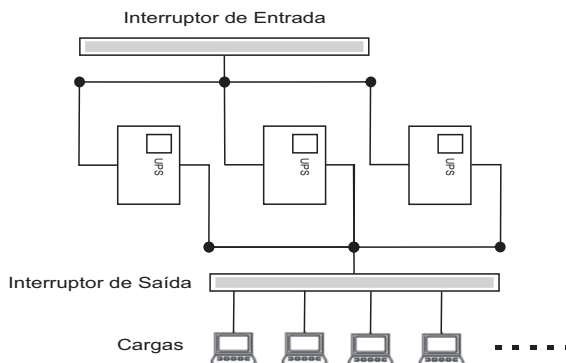

Figura 9
- 5) Por favor, consulte a figura 9 para verificar o diagrama de ligação para operação paralela.